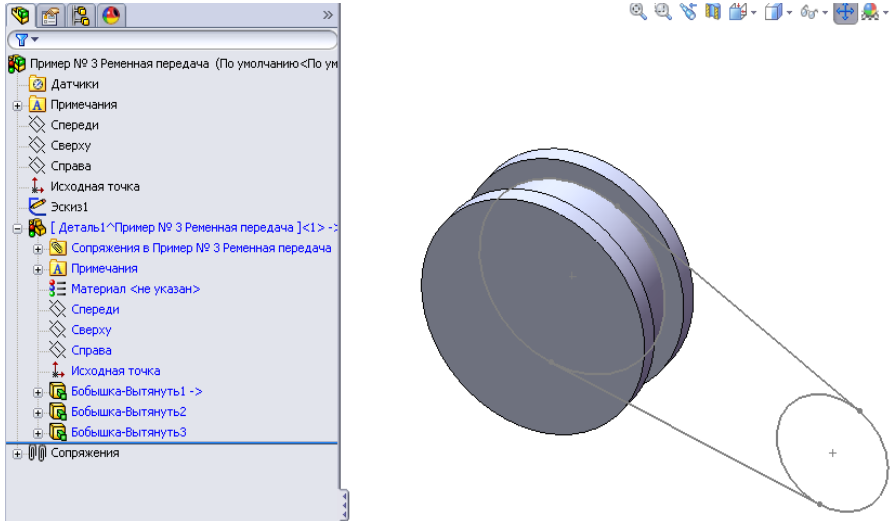

Рисунок 11.70 - Побудовано другий борт шківа
7. У такий же спосіб побудуємо другий бурт шків (рис. 11.70).